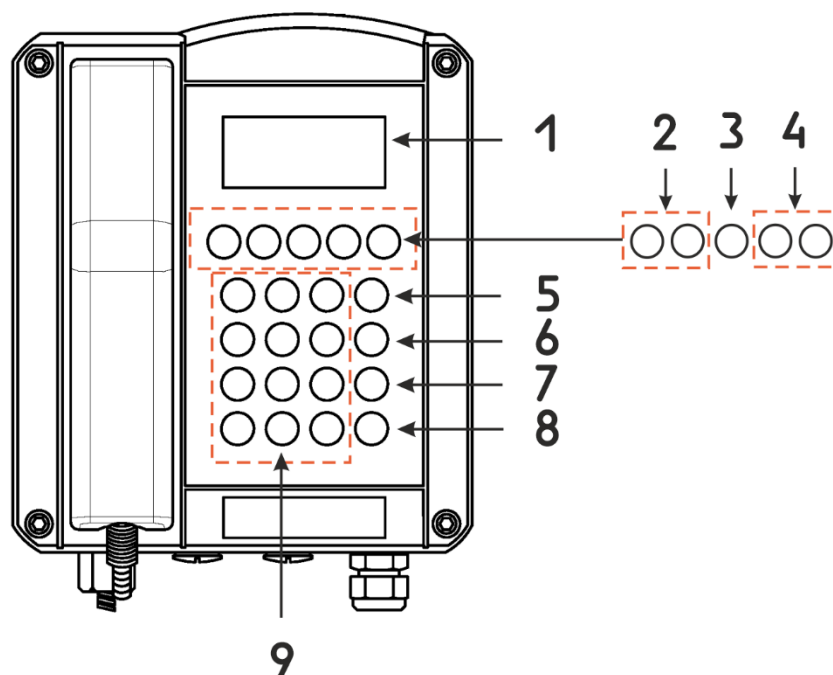

Рисунок 35 – Расположение и обозначение органов управления и индикации телефонов аналоговых взрывозащищенных
- ExResistTel IP2 (имеет органы управления и индикации аналогичные органам управления и индикации телефона аналогового взрывозащищенного ExResistTel (Ex) FHF, см. рисунок 35, таблицу 36).